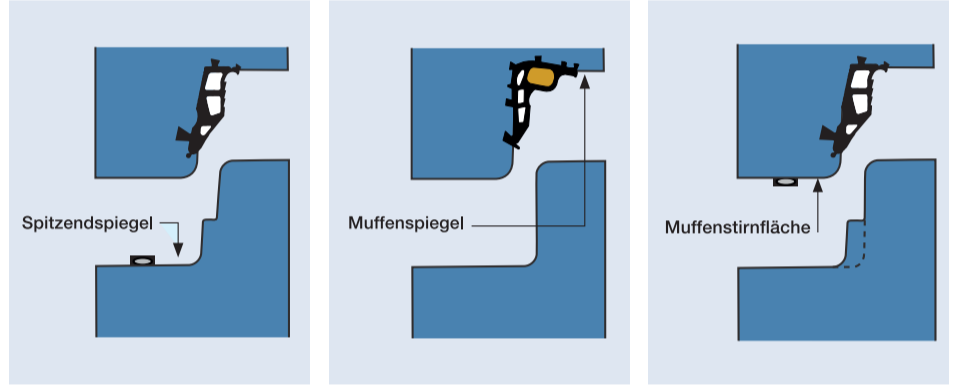

Abbildung 1      Abbildung 2      Abbildung 3
- Werkseitig fest in der Muffe eingebaute Dichtung mit loselem Lastübertragungselement auf dem äußeren Spitzenspiegel (Abbildung 1),